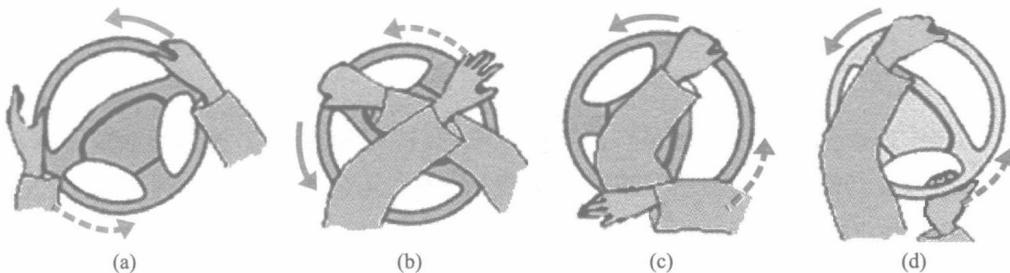

图1-5 连续向左转动转向盘
5) 连续向左转动转向盘。如图1-5(a)所示，左手拉动，右手推送。如图1-5(b)所示，当右手到达10时的位置时，左手握住转向盘1时~2时的位置拉动。如图1-5(c)所示，当右手越过9时的位置后，松开转向盘，并从左臂下方收回；左手继续拉动转向盘。如图1-5(d)所示，右手翻腕，握住转向盘的5时~6时的位置向上推送；左手向下拉动转向盘。就这样双手交替，使转向盘连续转动。